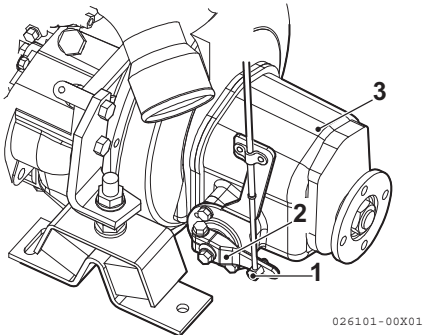
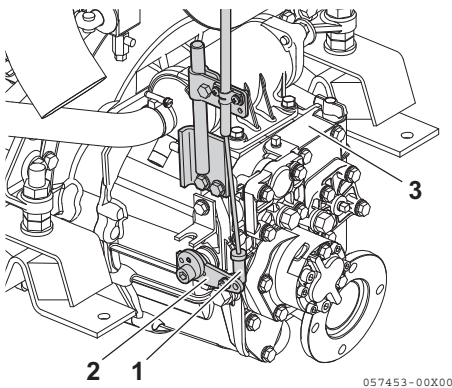

Abbildung 8
Abbildung 9
1. Stellen Sie sicher, dass der Fernbedienungshebel (**Abbildung 8, (2)**) oder (**Abbildung 9, (2)**) sich auf die richtige Position setzt, wenn der Fernsteuerungsbediengriff auf den Positionen NEUTRAL, VORWÄRTS oder RÜCKWÄRTS steht. Nehmen Sie die Einstellungen von der Position NEUTRAL ausgehend vor.
2. Zum Einstellen die Kabelverschraubung (**Abbildung 8, (1)**) oder (**Abbildung 9, (1)**) lösen und wieder anziehen.